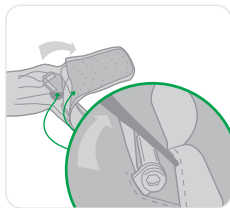

Figura 9
- Abra con la cremallera el panel trasero de la mochila e inspeccione el conector del arnés en busca de daños, distorsión, corrosión o agrietamiento. Asegúrese de que el perno de sujeción está fijo (consulte la figura 9). Si ve daños aparente, no lo utilice. Retire el Latchways PRD del servicio y póngase en contacto con MSA.